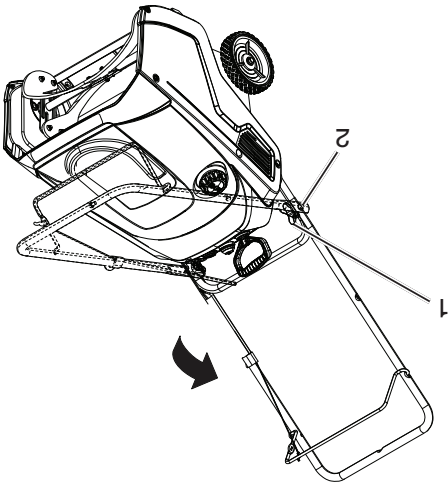

Figure 2
- Desserrer les deux boulons de la poignée et les retirer jusqu'à ce que vous puissiez déplacer la poignée librement et la tourner en position de fonctionnement (Figure 2).